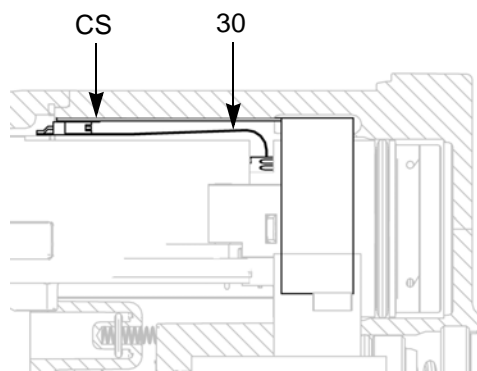

FIG. 26. Elastische Schaltung anschließen
- Die Hochspannungserzeuger-/Turbineneinheit in das Pistolengehäuse (10) stecken. Sicherstellen, dass die Massebänder (EE) das Pistolengehäuse berühren.
Nur für Smart-Modelle: Den Stecker der 6-poligen elastischen Schaltung (30) mit der Buchse (CS) oben am Pistolengehäuse ausrichten. Siehe hierzu FIGURE 26.